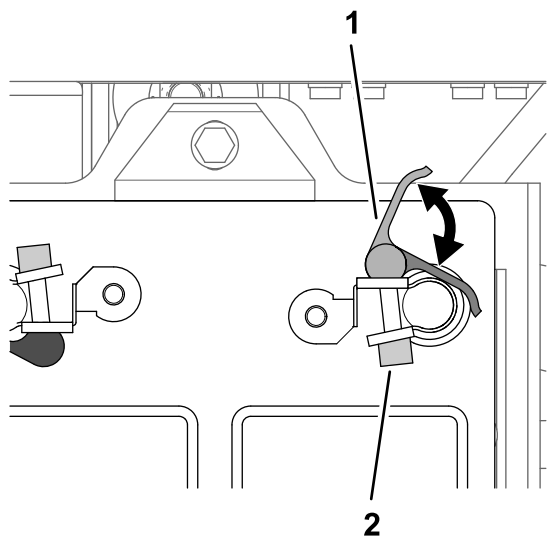

图208
- 用黑色手柄打开快速连接夹具的门锁手柄 图208。
4. 关闭快速连接夹具的门锁手柄图208。